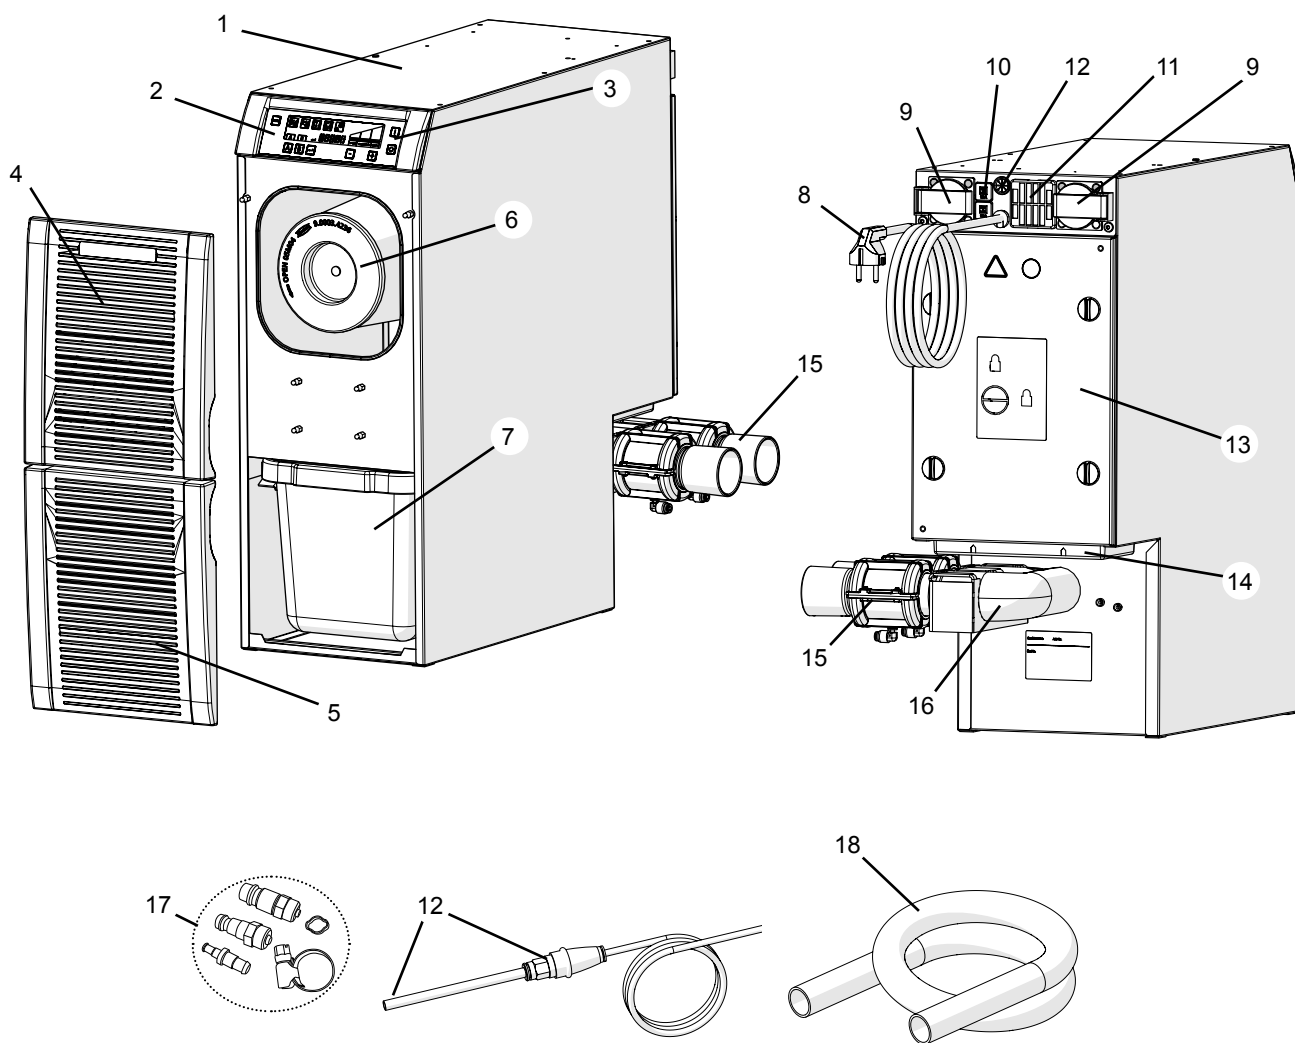

Fig. 1
- a exaustão de ar (14, Fig. 1) não fique obstruída.
⇒ Desligue o aparelho no botão Lig/Desl (3, Fig. 1).
⇒ Selecione do conjunto de conexões fornecido (17, Fig. 1) o acoplamento de mangueira adequado e aplique-o na ponta da mangueira.